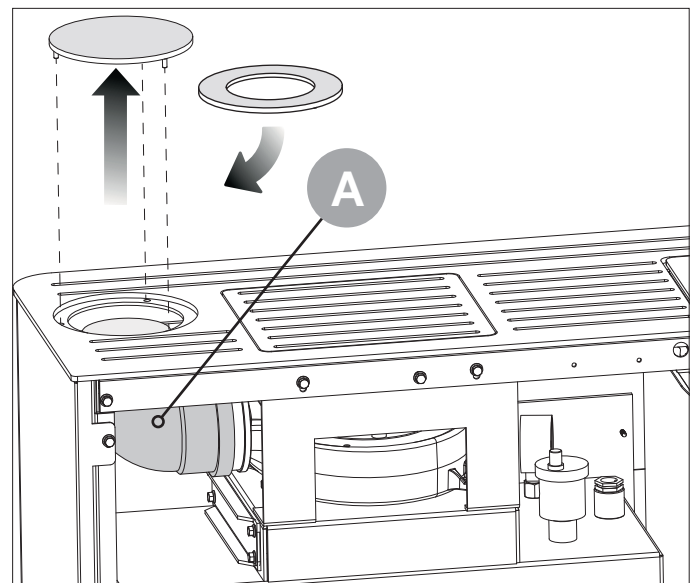

fig. 5.12
5.7.3 Verbindung zum Rauchablass (Abb. 5.12)
Der Ofen kann hinten oder oben an den Rauchablass angeschlossen werden, indem einfach der Winkel des Ablasses gedreht wird (Abb. 5.12 -A-). Verriegeln Sie die Kurve mit einer Schraube (Abb. 5.12 r/s)
fig. 5.12 s
fig. 5.12 r